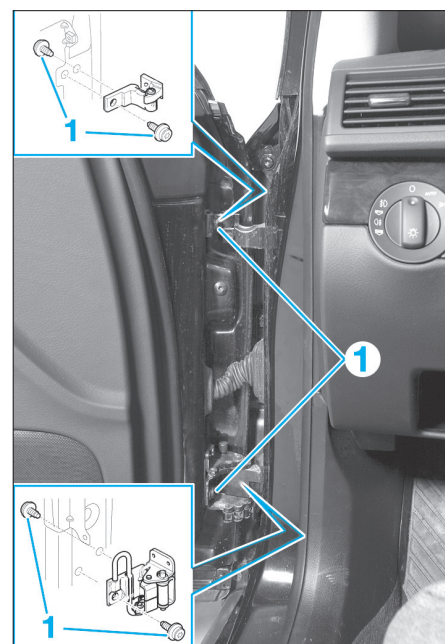

Fig. 80
- Déposer les fixations (1) (Fig.80) extérieures et intérieures.